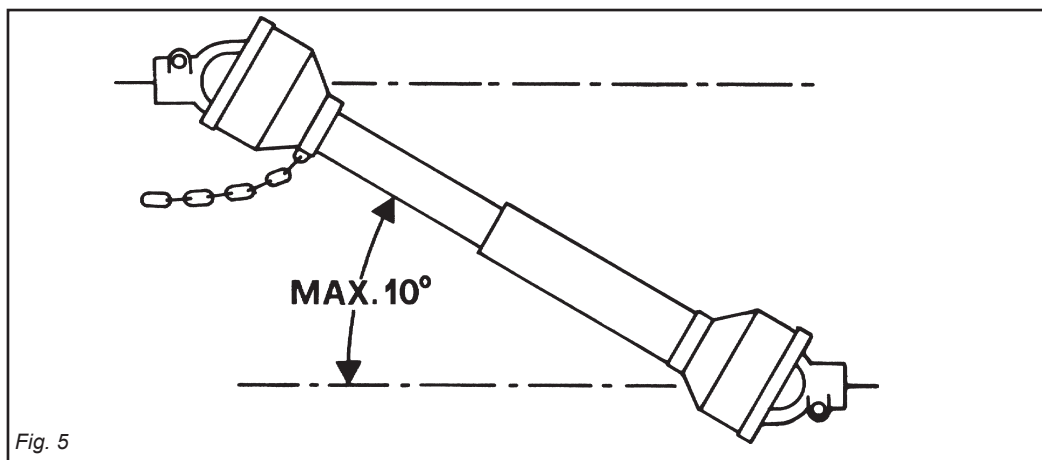

Fig. 5
- 40)** Disinserire, sempre, la presa di forza quando l'albero cardanico fa un angolo troppo aperto (mai oltre i 10 gradi - Fig. 5) e quando non viene usata.
- 40)** Always disengage the pto when the cardan shaft is set at an excessively open angle (never beyond 10 degrees - Fig. 5) and when it is not in use.
- 40)** Débrayez toujours la prise de force quand l'angle de l'arbre à cardans est trop ouvert (jamais plus de 10 degrés Fig. 5) et lorsque vous ne devez pas l'utiliser.
- 40)** Die Zapfwelle immer ausschalten, wenn die Gelenkwelle einen zu großen Winkel einnimmt (nie über 10 Grad - Abb. 5) und wenn sie nicht gebraucht wird.
- 40)** Всегда отключать отбор мощности, когда карданный вал находится под углом более 10 градусов (Рис.5) и когда отбор мощности не используется.